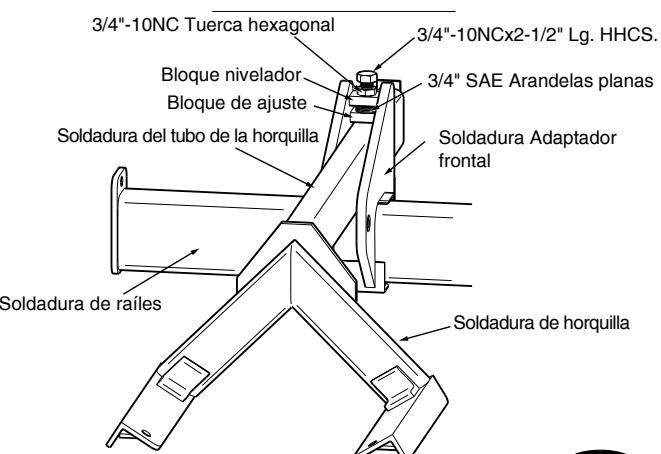

Fig. 34
1. Se deben añadir arandelas planas SAE de 3/4" entre el bloque de nivelación y el bloque de ajuste. Se necesitarán (5) arandelas en cantidad si el suelo está completamente nivelado.
2. Coloque la contratuerca de 3/4"-10NC en el HHCS de 3/4"-10NC x 2-1/2" lg., apretando hasta que la tuerca quede cerca de la cabeza del perno, véase la Fig. 34.